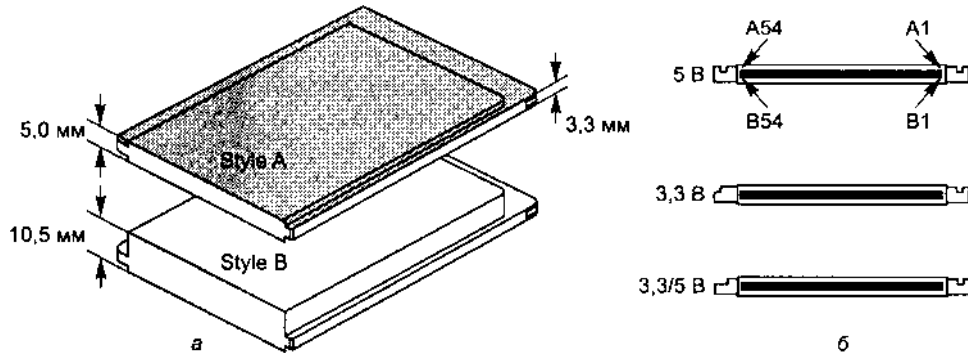

Рис. 14.10. Карты Small PCI: а — карты Style A и Style B, б — разъемы и ключи
*SPCI* (Small PCI) — спецификация PCI в миниатюрном исполнении, прежде называвшаяся *SFF PCI* (Small Form-Factor PCI). По размерам карты *SPCI Style A* и *Style B* совпадают с *PC Card* и *Card Bus Type II* и *III* соответственно, но специальные ключи предотвращают ошибки подключения. Карты *SPCI* могут быть трех видов: с питанием 5 В, 3,3 В и универсальные 5/3,3 В; ошибочная установка предотвращается механическими ключами — прорезями в направляющих на карте и выступами в направляющих сокета (рис. 14.10). Шина *SPCI* является внутренней (карты расширения находятся под крышкой корпуса и устанавливаются изготовителем при выключенном питании) и поэтому не нацелена на замену Card Bus (шины для внешних подключений с возможностью «горячей» замены).